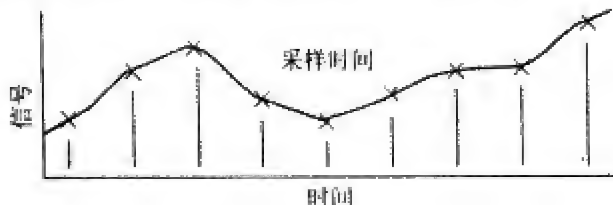

图 14-30 保存间隔
**保存间隔或保存区间** 规定数据保存的时间间隔（如图 14-30 所示）。保存间隔注意下面的内容：